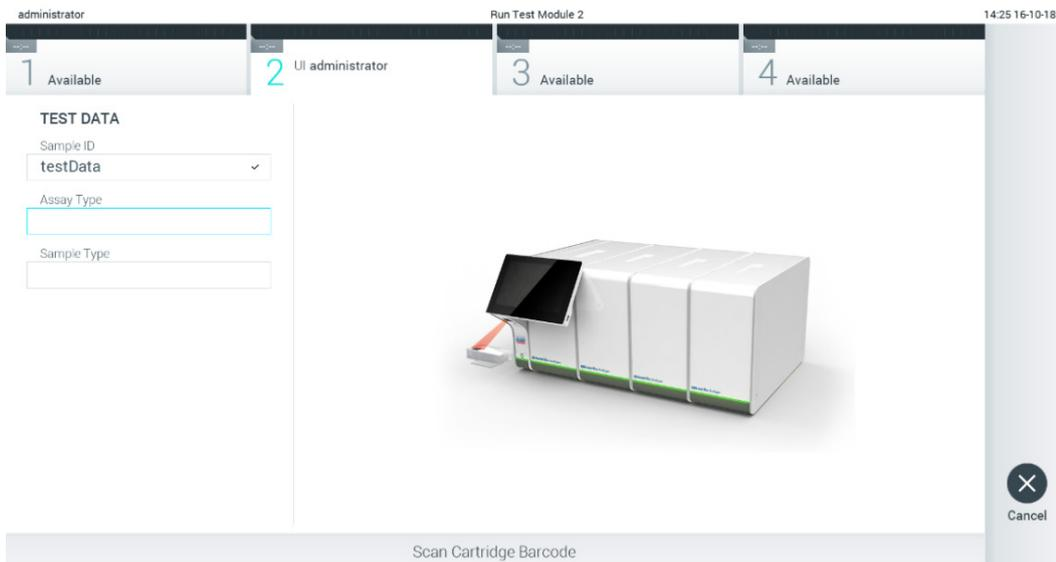

Abbildung 24. Scannen des Barcodes der QIAstat-Dx Assay-Kartusche.
3. Scannen Sie nach Aufforderung den Barcode der zu verwendenden QIAstat-Dx Assay-Kartusche. Der QIAstat-Dx Analyzer 1.0 erkennt den auszuführenden Assay automatisch anhand des Barcodes der QIAstat-Dx Assay-Kartusche (Abbildung 24).